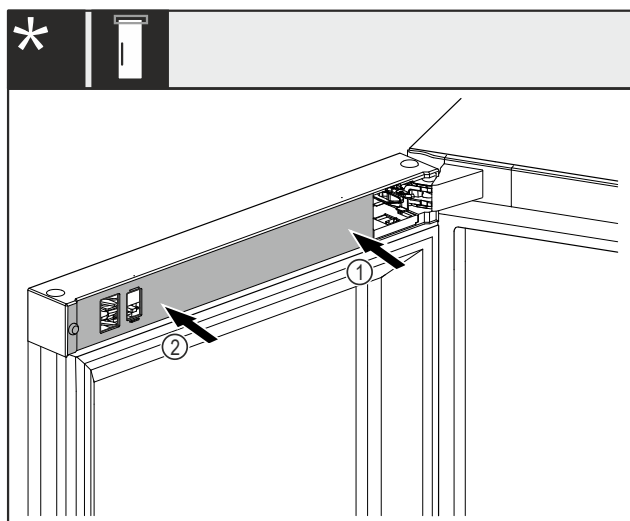

Fig. 48 *
- ▶ Nasaďte kryt Fig. 48 (1) nejprve na stranu stojanu ložiska a zaklapněte jej.*
- ▶ Nasaďte kryt Fig. 48 (2) na vnější stranu a zaklapněte jej.*